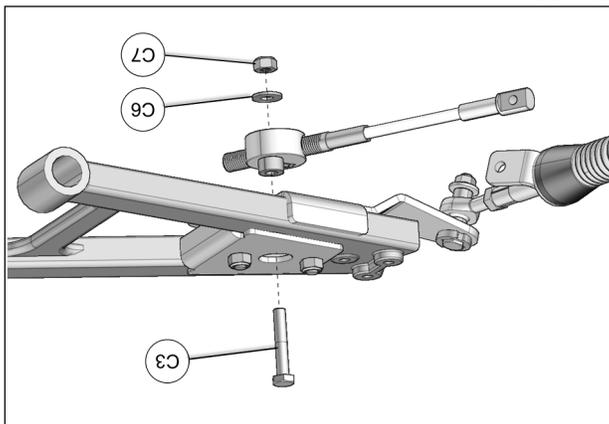

Fig. 29
16. Positionner le disque en aluminium du limiteur de conduite sous l'ancrage. Insérer le boulon (C3) par le dessus et utiliser la rondelle (C6) et l'écrou (C7) pour fixer le limiteur de conduite en place. Serrer l'écrou à un couple de 50 N•m [37 lb•pi]. Fig. 29